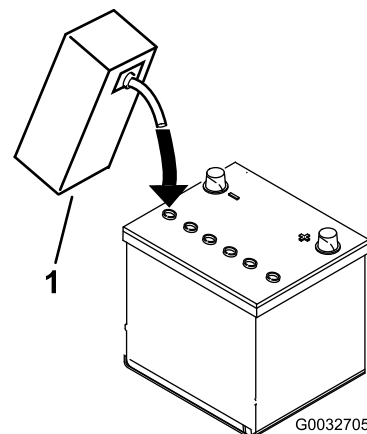

Figura 6
- Riempite con cautela ciascun elemento di elettrolito finché le piastre non sono coperte con circa 6 mm di fluido (Figura 6).
- Attendete circa 20 o 30 minuti perché le piastre assorbano l'elettrolito. All'occorrenza rabboccate finché l'elettrolito non è a circa 6 mm dalla base della tazza di riempimento (Figura 6).